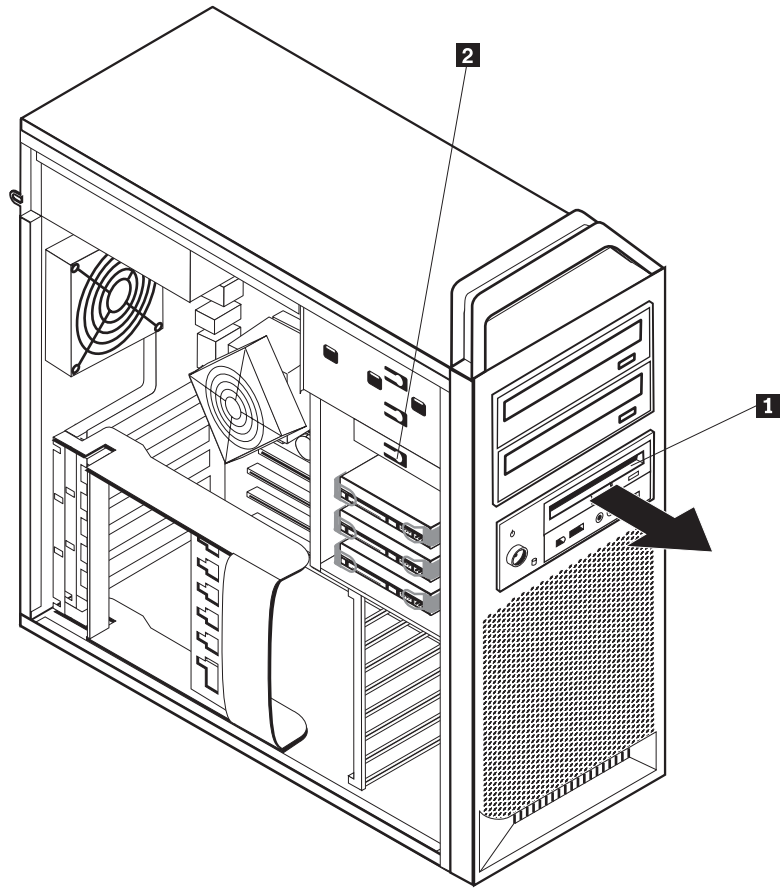

图 22. 卸下软盘驱动器或可选读卡器驱动器
5. 按下驱动器滑锁 **1** 并将驱动器从机架中滑出。请参阅第 35 页的图 22。